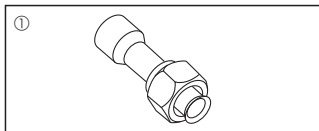

Fig. 1-1
1.6. Tillbehör till utomhusenheten (Fig. 1-1)